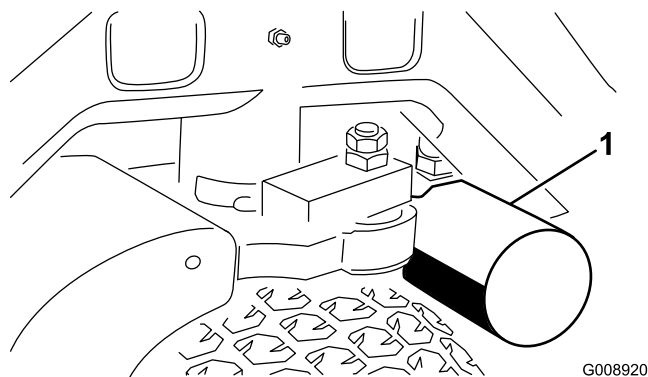
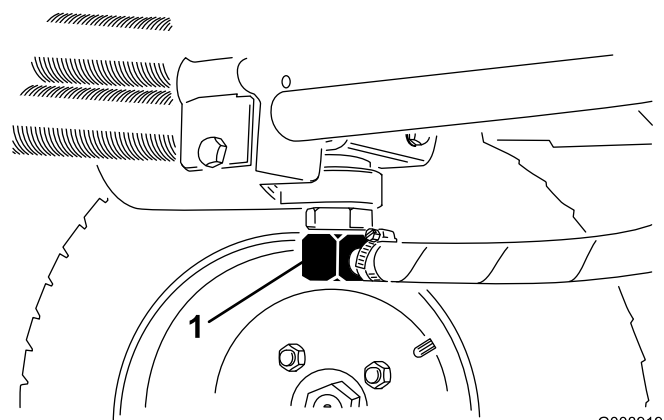

図 61
図 62
3. フィルタ取り付け部の周辺をウェスできれいにぬぐう。フィルタ図 61 の下に廃油受けを置いてフィルタを外す。
2. 油圧ラインの接続部図 62 または油圧フィルタ図 61 を外し、流れ出すオイルを容器に受ける。オイルが全部流れ出たらラインを元通りに接続する。